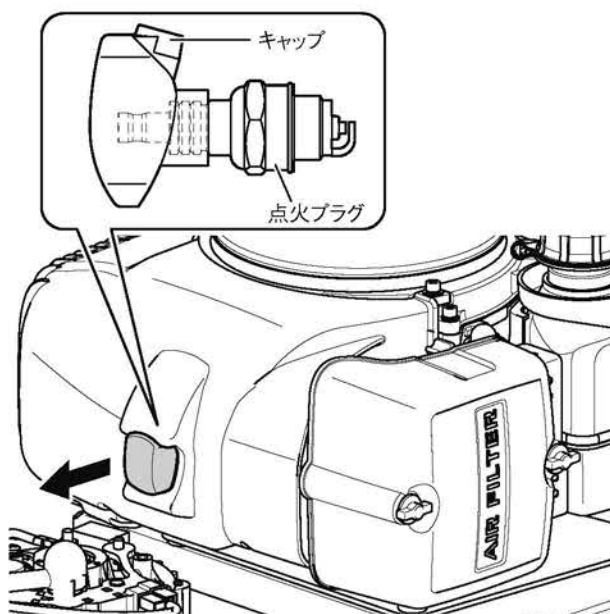

図 5-1 点火プラグ
1. キャップを矢印の方向に手で引き抜きます。（図 5-1）